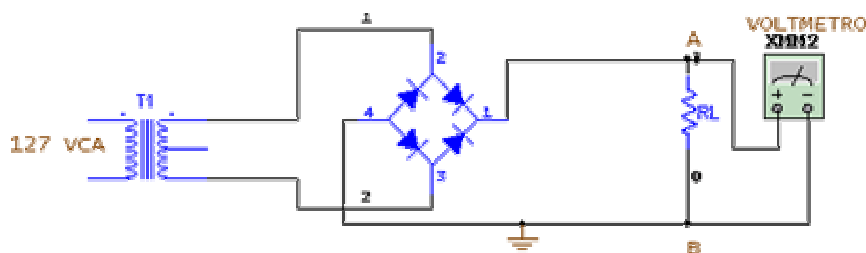

Figura 3
- a) Armar el circuito rectificador de onda completa que se muestra en la figura 3.